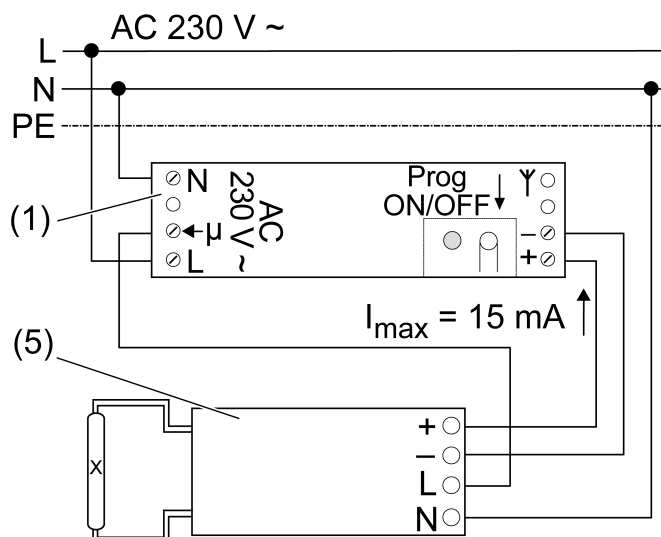

Figura 3
- Conectar la unidad de control (1) y el aparato con lámparas (5) conforme al plano de conexiones (figura 3).